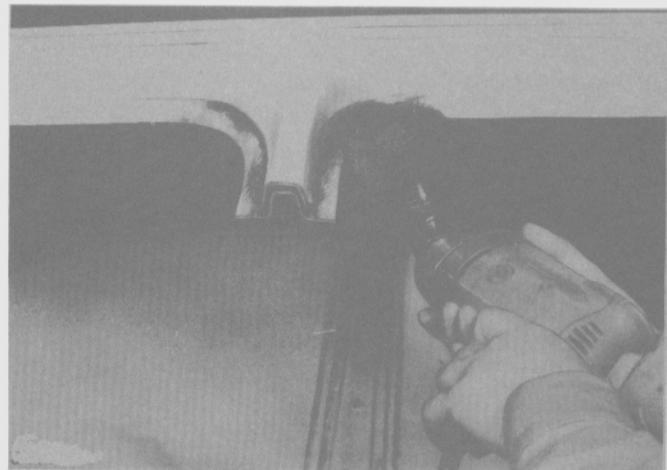

Fig. 262
- Pulir las pestañas exteriores en el corte de puerta (marco de techo) (Fig. 262).